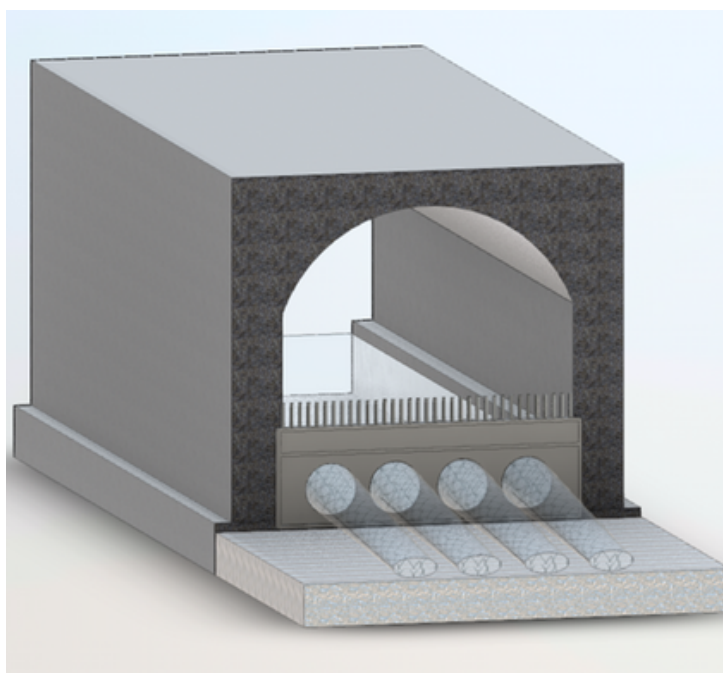

Figura 1. Deflector amb cistelles instal·lat a la sortida del sobreeixidor
- Deflector amb cistelles (Figura 1): ús en sobreeixidors amb cabals grans. Sistema format per deflectors situats a la part superior dotats de pintes (amb separació de punxes de 25 mm). Part inferior es col·loquen les malles amb obertures de 300 mm. Els deflectors estan fixats a les parets.